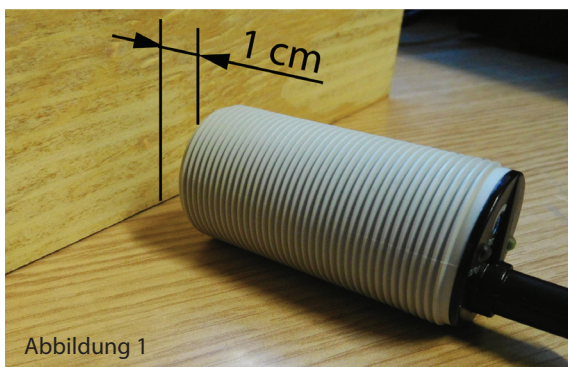

Abbildung 1
- ♦ Positionieren Sie vor der Sonde ein **Holzbrett** (siehe Abbildung 1) in einem Abstand von ungefähr 1 cm.